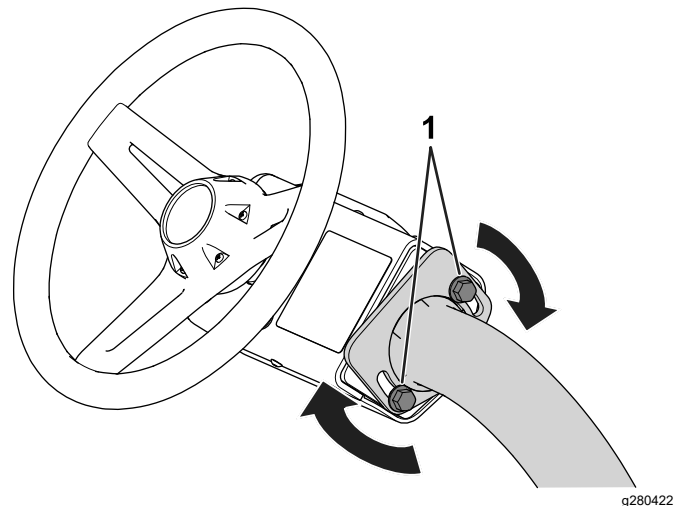

Figure 33
1. Desserrez les boulons (Figure 33) qui fixent le volant au bras de direction.
3. Resserrez les boulons (Figure 33) pour bloquer le volant à la position choisie.